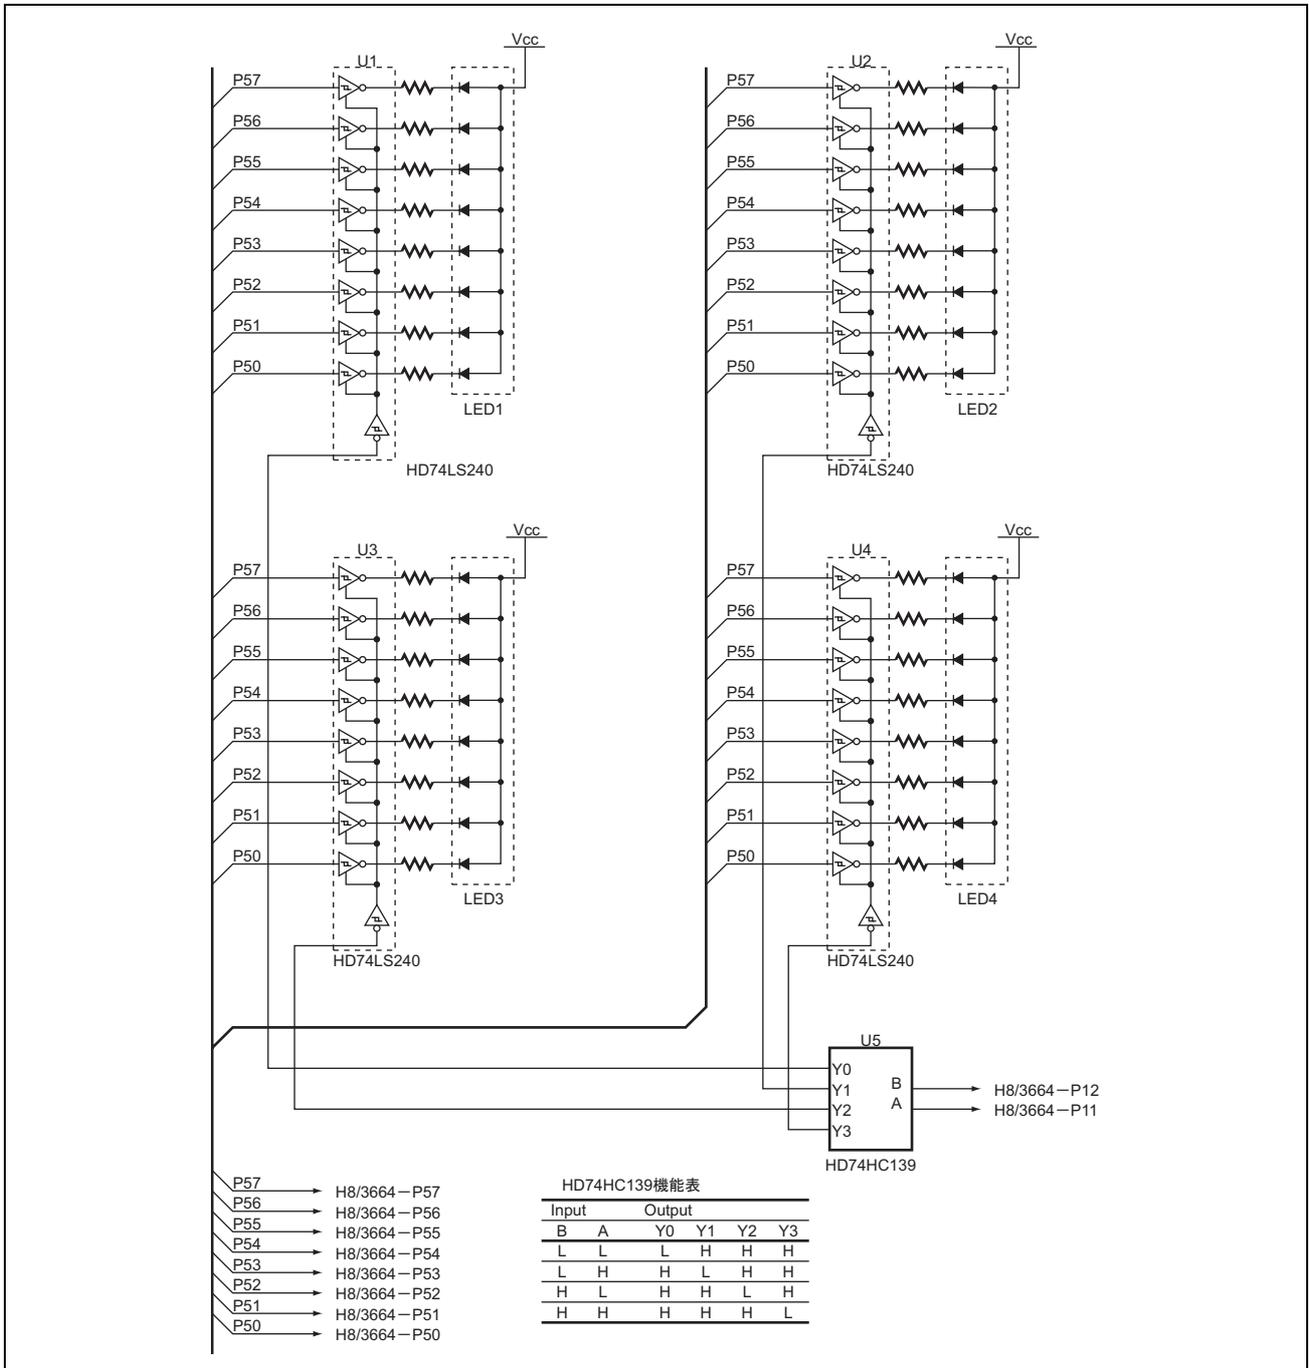

図 1.2 7セグメント LED 制御方法
7. 本タスク例では、7セグメント LED を表示させるためにポート出力を 3 ステート出力インバータドライバ (HD74LS240) に入力して、ドライバの出力を 7セグメント LED のカソードに接続しています。また 4 個の 7セグメント LED を表示させるためのポート出力はすべての 7セグメント LED に接続されており、7セグメント LED の表示切り替えは、3 ステートインバータドライバのイネーブル端子により制御しています。また、7セグメント LED の表示切り替えを行うための信号生成は、2-to-4-line デコーダ (HD74HC139) を使用して、2 本のポート出力により制御します。図 1.2 に 7セグメント LED 制御方法について示します。